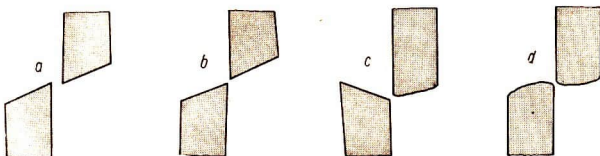

Bild 26 Fehlerhafte Scherbacken
20. Erläutere, warum die in Bild 26 gezeigten Scherbacken zu unzulänglichen Arbeitsergebnissen führen!